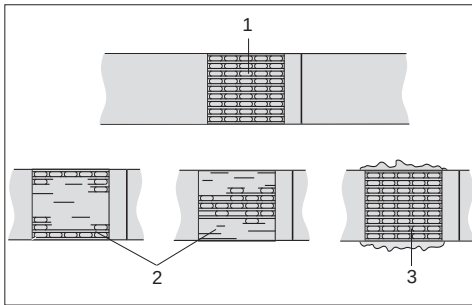

Fig. 9
- Verschluss regelmässig auf sein Aussehen überprüfen (siehe Fig. 9). Bei schlecht geschweissten Bändern: **Einstellung der Schweisszeit überprüfen (siehe Kapitel 5.8).**
- Check appearance of seal (see fig. 9) regularly. If the straps are poorly welded, **check the welding time setting (refer to chapter 5.8).**
- Vérifier régulièrement l'aspect du sertissage (voir fig. 9). En cas de bandes mal soudées: **vérifier le réglage de la durée de soudure (voir chapitre 5.8).**